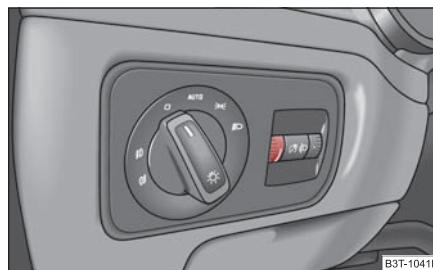

Fig. 58 Cuadro de interruptores: Iluminación de los instrumentos
- Gire el regulador giratorio ⇒ fig. 58 a la intensidad deseada de la iluminación de instrumentos.